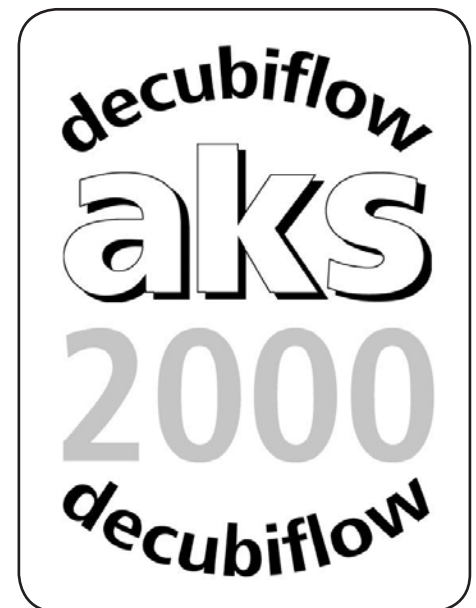

Abbildung 06
5. Positionieren Sie die Wechseldruckmatratze so in das Bett, dass sich die Versorgungsschläuche rechts unten am Fußende befinden (aus der Sicht der im Bett liegenden Person). Dann ist der Aufdruck der Wechseldruckmatratze (siehe Abbildung 06) sichtbar und zeigt die Kopfseite der Wechseldruckmatratze an.